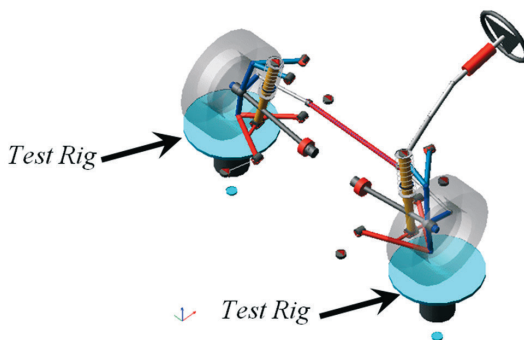

Figura 1.2 – Ilustração do *Test Rig* no ADAMS/Car, juntamente com o subsistema suspensão e direção.
O *Test Rig* consiste de um sistema de atuadores virtuais, conforme mostrado na Figura 1.2, que impõe movimento ao sistema, sendo utilizado para testes preliminares no modelo completo, ou seja, todo o veículo, ou ainda, apenas o subsistema suspensão. Na Figura 1.2, o subsistema de direção encontra-se unido ao subsistema de suspensão dianteira, o que permite análises correspondentes à geometria desta (Capítulo 4). Assim, o *Assembly* se define pela união/junção de dois ou mais subsistemas desenvolvidos no ADAMS/Car.
As extensões de arquivo para cada nível de hierarquia são *Template* \*.\*tbl, *Subsystem* \*.\*sub e *Assembly* \*.\*asy. A Figura 1.2 consolida o exposto acima.
*A notar: Cabe salientar que o mais importante na construção de um protótipo virtual é a construção do Template. Isto porque é no Template que se definirá como este se comunica com outros subsistemas e com o Test Rig (Figura 1.2), se for o caso. Em nível de um Template, definir a massa das partes que o compõe, inércia e o sistema de forças atuantes, é tarefa secundária, visto que um usuário padrão pode fazê-lo em seu ambiente. Contudo, é de extrema importância definir a conectividade entre as partes (juntas) e como as informações serão transmitidas de um Template a outro, porque tal não pode ser feito por um usuário padrão.*